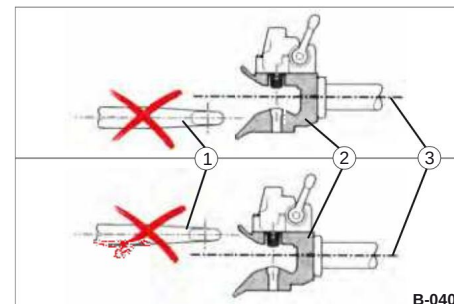

Bild 39 Höjdjustering felaktig
• Justera höjden så att dragstången träffar mittaxeln (bild 39/3) eller något mot den nedre loben på gripöppningen.